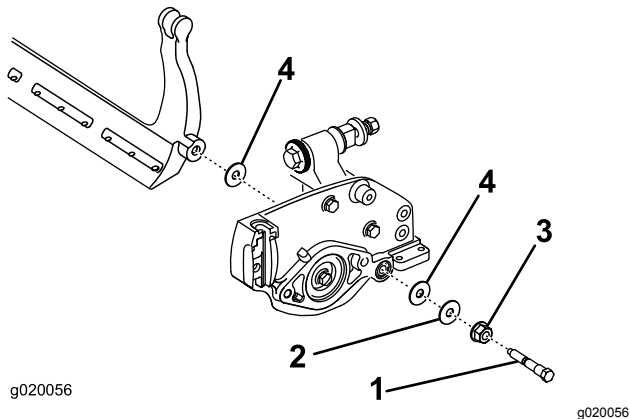

Figura 15
Considerate 2 rondelle in nylon e 1 rondella in acciaio su ciascun lato della barra di appoggio (Figura 15).
3. Collocate una rondella in nylon su ciascun lato della flangia di estremità della piastra laterale. Posizionate una rondella in acciaio all'esterno di ciascuna rondella in nylon (Figura 15).